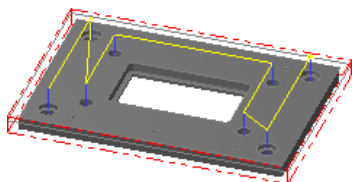

图 2.26 刀具路径
Step7. 单击“2D 刀具路径 - 钻孔/全圆铣削 深孔钻 - 无啄孔”对话框中的  按钮，完成加工参数的设置，此时系统将自动生成图 2.26 所示的刀具路径。